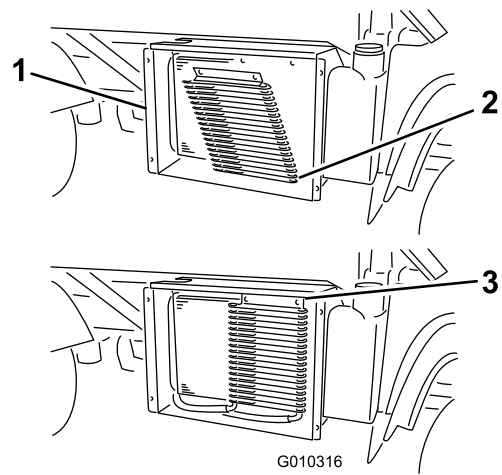

Bild 53
- Drehen Sie die Riegel und den Ölkühler (falls vorhanden) vom Kühler weg (Bild 53).